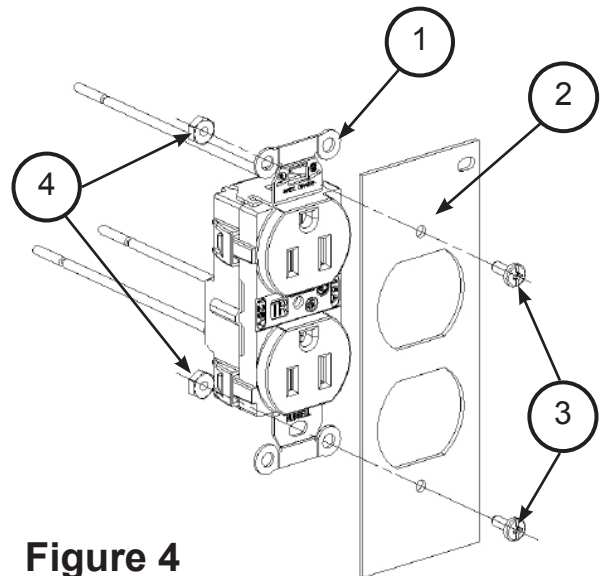

Figure 4
2. Número catálogo FB10MPDUP. (Ver Fig. 4.)